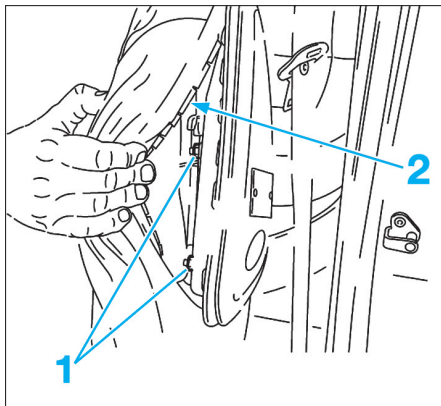

FIG. 8
- Dégrafer le jonc en (2) (Fig.8).